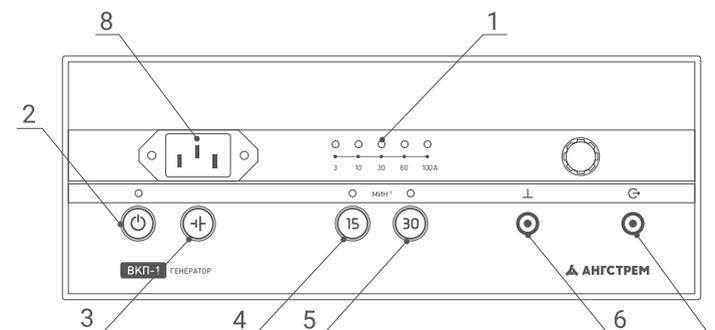

Рисунок 1 – Передняя панель генератора импульсов ВКП-Г
5.1. Назначение органов управления и присоединений (См. рисунок 1).